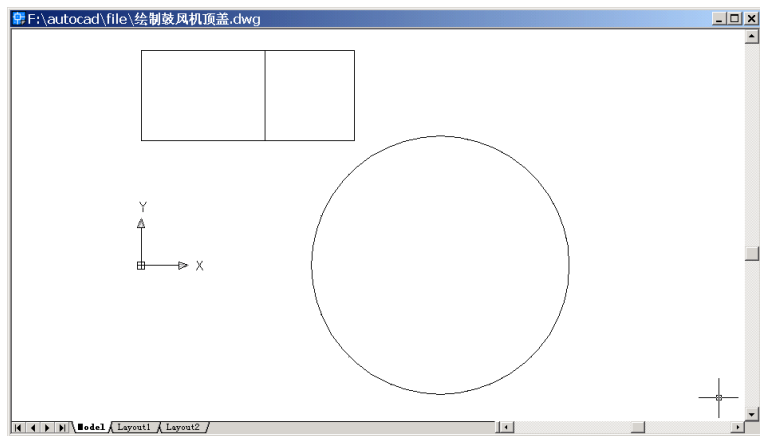

图 31.46 变换视图为俯视图
(5) 用 VIEW 命令变换视图为 Top（俯视图），结果如图 31.46 所示。